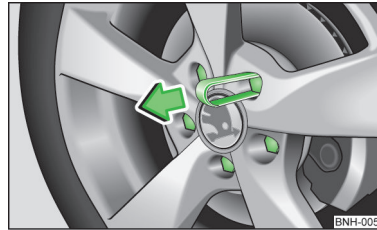

Abb. 144
- Die Abziehzange » Seite 180 auf die Abdeckkappe schieben, bis die inneren Rasten der Zange am Bund der Abdeckkappe anliegen » Abb. 144.